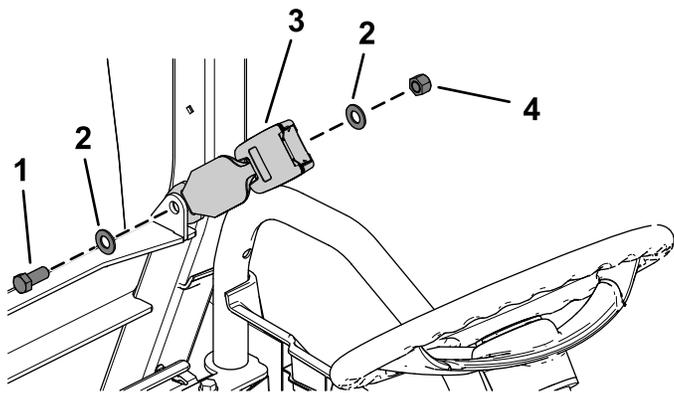

Figure 20
1. Fixez un verrou de siège à l'aide d'un boulon à tête hexagonale (7/16" x 1"), de 2 rondelles plates (7/16") et d'un contre-écrou (7/16"), comme montré à la Figure 20.